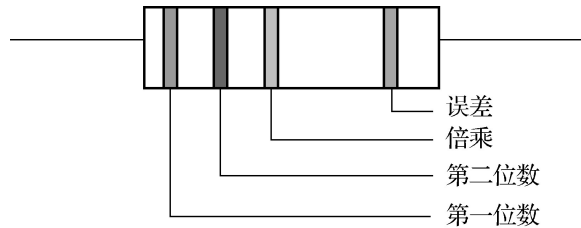

图 1-16 四色环电阻
②四色环电阻：第一、第二色环分别代表两位有效数的阻值；第三色环代表倍率（倍乘）；第四环代表误差。如图 1-16 所示“红、黑、黄、金”，其阻值为 $20 \times 10 \text{ k}\Omega = 200 \text{ k}\Omega = 20 \times 10^4 \Omega$ ，误差为 $\pm 5\%$ （误差 $\pm 5\%$ 表示电阻值在标准值 $20 \times 10^4 \Omega$ 上下波动 5% 都是可用的）。